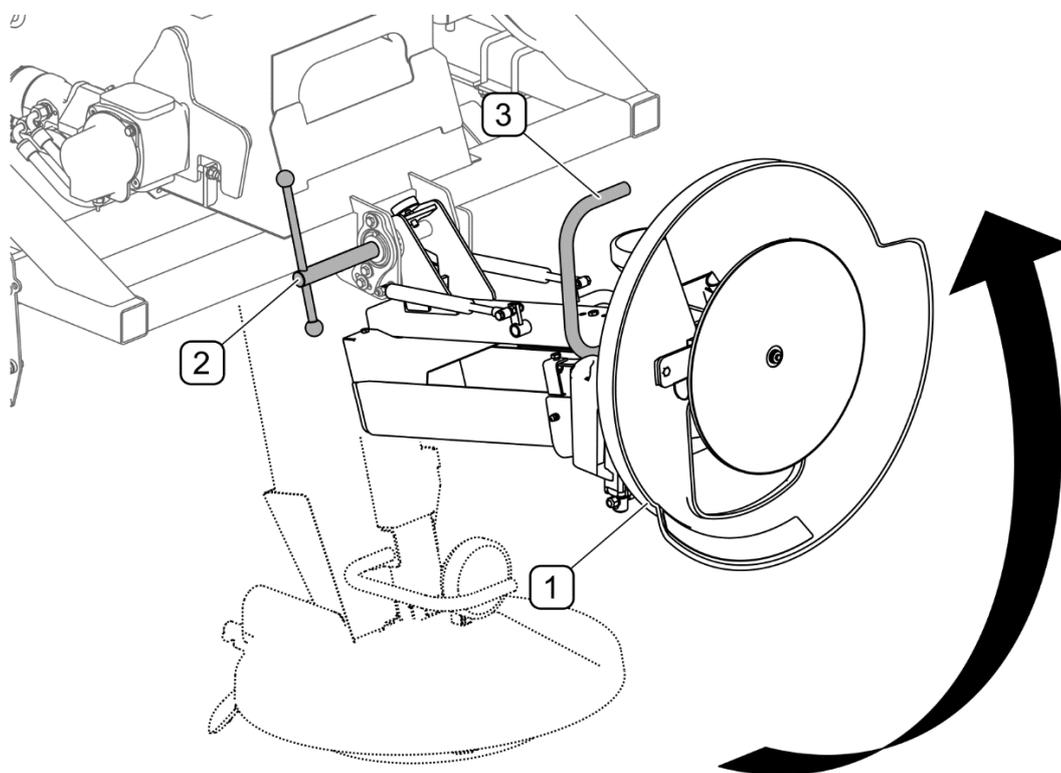

РИСУНОК 4.33Подъем разбрасывающего механизма
- поднять разбрасывающий механизм и заблокировать в верхнем положении (РИСУНОК 4.33)
Чтобы поднять разбрасывающий механизм для разгрузки (РИСУНОК 4.33), необходимо: